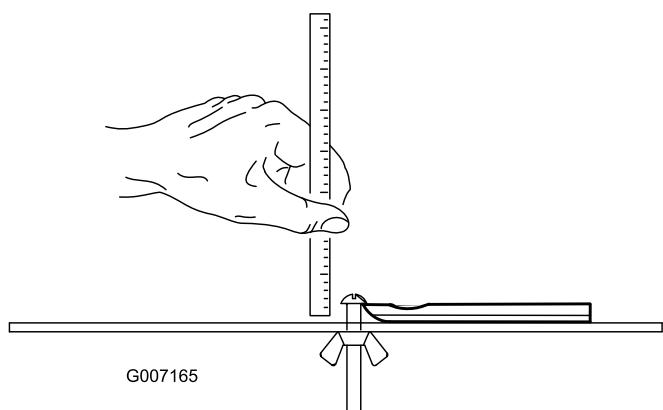

Figura 24
**Nota:** Todos los límites de ajuste de la contracuchilla se miden respecto a la cara inferior de la misma (Figura 24)